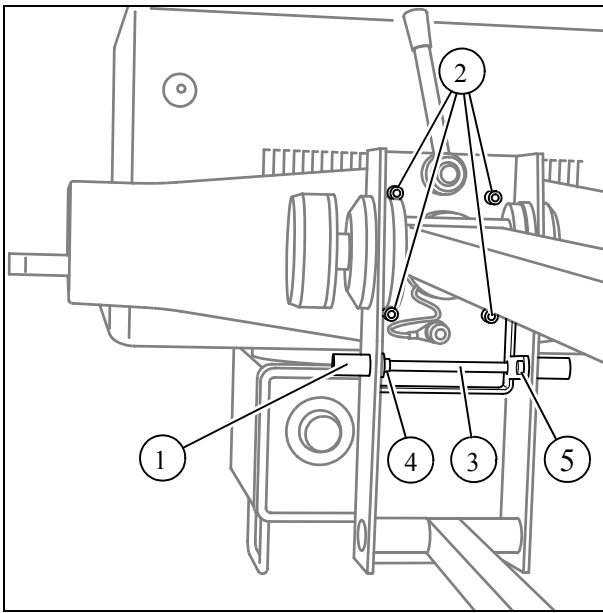

Fig. 5
- Tragarm nach Lösen der Arretierung (1/Fig.5) in waagerechte Stellung bringen.
- Die 4 Innensechskantschrauben (2/Fig.5) festziehen.
- Die Achse (3/Fig.5) auf Spiel, und die Sicherungsringe (4/Fig.5) auf festen Sitz überprüfen.
- Muttern der zwei Griffbolzen (5/Fig.5) überprüfen, ggf. festziehen.